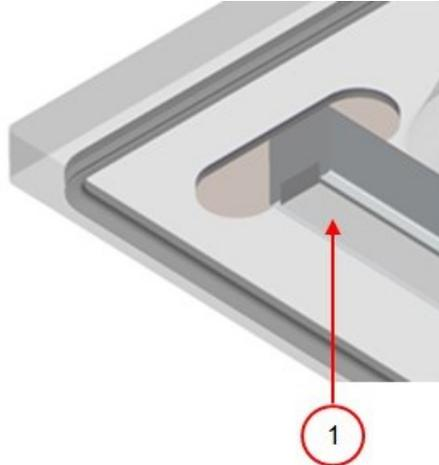

Abbildung 15: Austausch des Silikongummis der Silikonhalter
1. Ziehen Sie das alte Silikongummi vom Halter ab, vgl. *Abbildung 15: Austausch des Silikongummis der Silikonhalter* auf Seite 22.